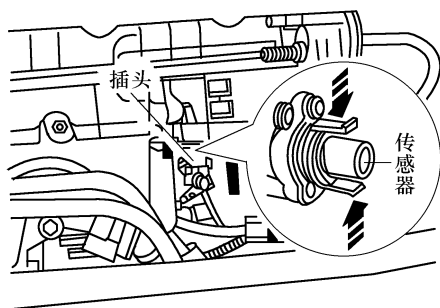

图 2-4-6 拆卸冷却液传感器
- 3) 拔下冷却液温度传感器 G62 上的插头, 并拆下传感器, 如图 2-4-6 所示。